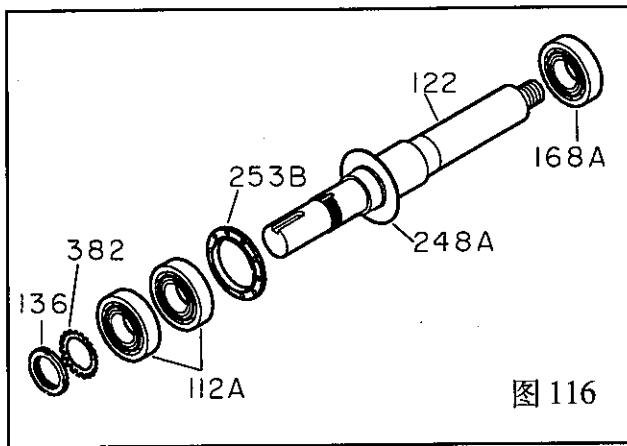

图 116
3. 如果甩油环(248A)已被拆下，将其安装到轴(122)上。(图 116)